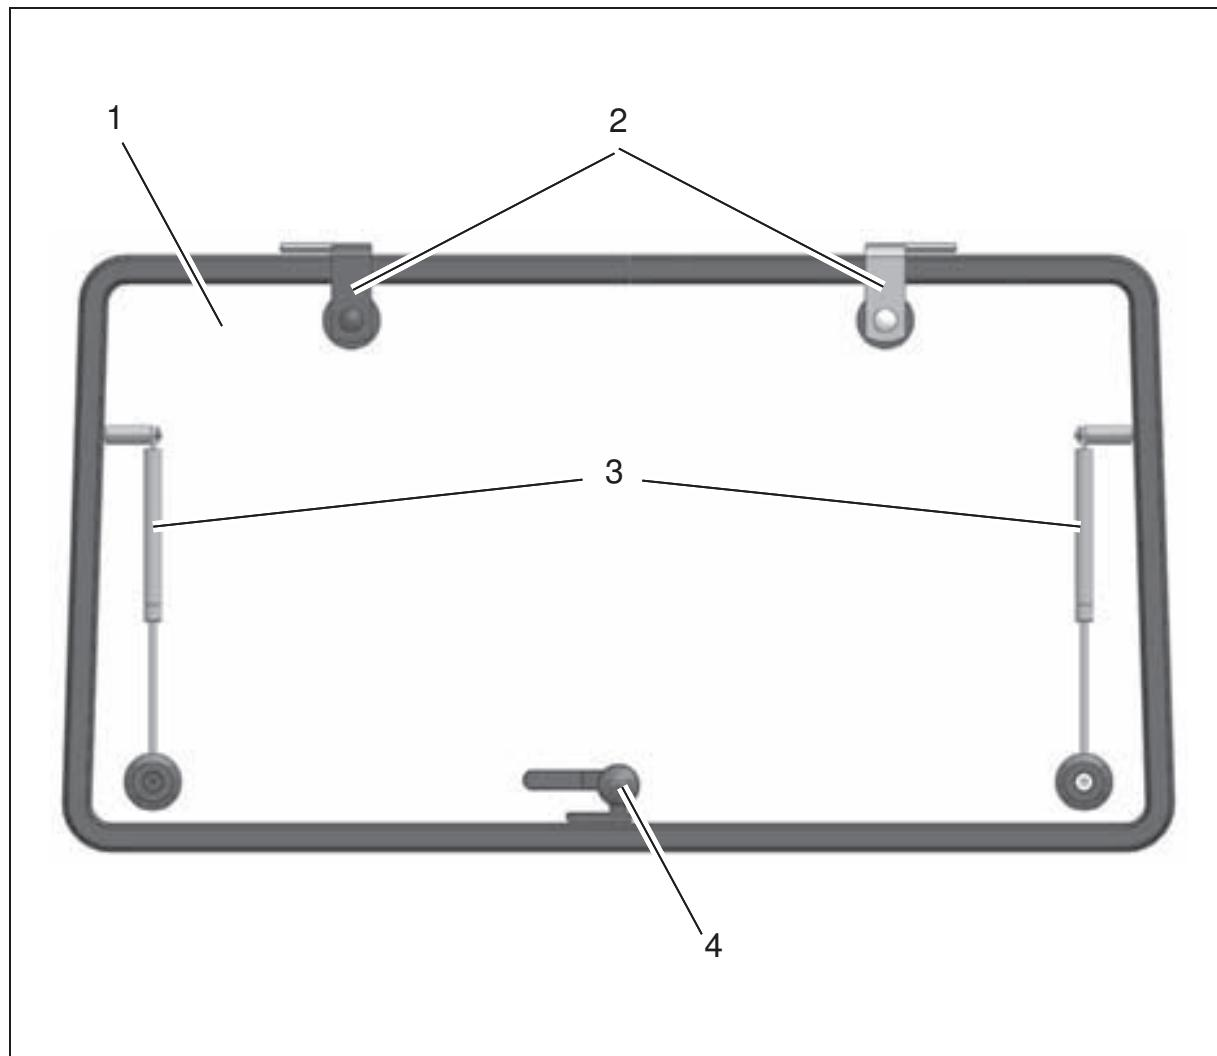

Abb.8
1. Heckscheibe (Abb. 8/1) mit den Scharnieren (Abb. 8/2) oben am Rahmen des Fahrerschutzdaches einhängen und mit den Schrauben M8 x 35, Dichtscheiben, Unterlegscheiben und Muttern M8 montieren, ausrichten und befestigen.
2. Gasfedern (Abb. 8/3) (Kolbenstange zeigt nach unten) links und rechts anbauen.
3. Verriegelung (Abb. 8/4) anbauen.